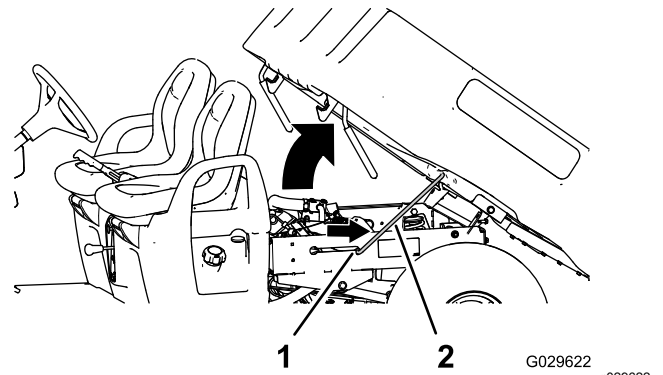

Figura 14
2. Trageți tija de susinere în fanta de blocare a pentru a fixa platforma (Figura 14).
2. Scoateți tija de susinere din fanta de declanșare (Figura 14).
3. Coborâți platforma până când se blochează în siguranță (Figura 14).